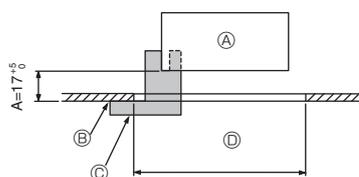
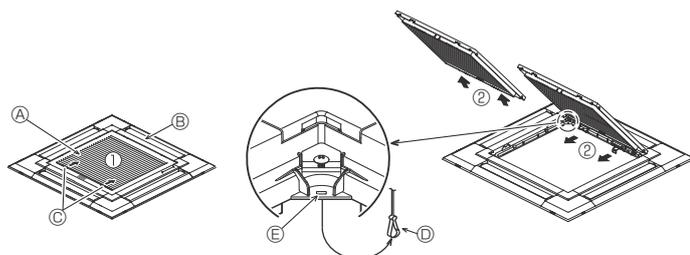
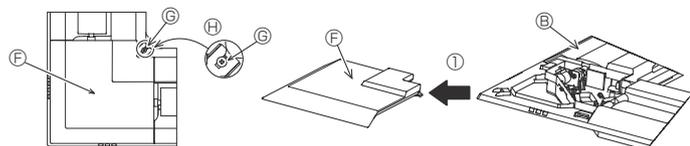

Fig. 9-2
Fig. 9-3
Fig. 9-4
①	Grille	1	950 × 950 (mm)
②	Schéma d'installation	1	(divisé en 4 parties)
③	Vis (4 × 16)	1	pour PLP-6EAE, PLP-6EALME, PLP-6EALME
④	Panneau en coin i-see sensor	1	pour PLP-6EAE, PLP-6EALME, PLP-6EALME
⑤	Télécommande sans fil	1	pour PLP-6EALM, PLP-6EALME
⑥	Support de la télécommande	1	Fournie s'il s'agit d'un modèle avec télécommande sans fil.
⑦	Piles LR6 AA	2	Fournie s'il s'agit d'un modèle avec télécommande sans fil.
⑧	Vis autotaraudeuses 3,5 × 16	2	Fournie s'il s'agit d'un modèle avec télécommande sans fil.
9.2. Préparation avant d'attacher la grille (Fig. 9-2)
- À l'aide de la jauge ② fournie avec ce kit, ajustez et vérifiez la position de l'appareil principal par rapport au plafond. Si l'appareil principal n'est pas correctement positionné par rapport au plafond, des fuites d'air peuvent se produire et provoquer un phénomène de condensation.
- Ⓒ Schéma d'installation ② (inséré dans l'appareil principal)
9.2.1. Retrait de la grille d'admission (Fig. 9-3)
- Pour ouvrir la grille d'admission, faire glisser les leviers dans le sens indiqué par la flèche ①.
- Lorsque la grille se trouve en position "ouverte", retirer la charnière de la grille d'admission comme indiqué par la flèche ②.
9.2.2. Retrait du panneau en coin (Fig. 9-4)
- Dévissez les 4 vis de coin. Pour retirer le panneau, faites-le glisser dans le sens indiqué par la flèche ①.
[Fig.9-3] [Fig.9-4]